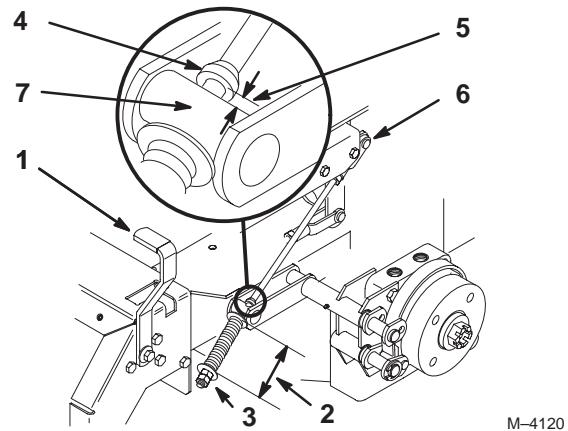

Figure 53
- Si un réglage est requis, desserrez l'écrou de blocage situé juste au-dessous de la chape. Tournez les écrous de réglage inférieurs jusqu'à obtention de l'écart voulu (Fig. 53). Serrez l'écrou de blocage à la chape.
- Mesurez la longueur du ressort. Les rondelles doivent être distantes de 70 mm (2-3/4 pouces) (Fig. 53).
- Si un réglage est requis, desserrez l'écrou de blocage situé sous le ressort et serrez l'écrou directement au-dessous de la chape (Fig. 53). Vissez l'écrou jusqu'à ce que le ressort ait la longueur voulue. Serrez les deux écrous ensemble et répétez la procédure de l'autre côté de la machine.
- Mesurez la distance entre le galet de tourillon et le collier sur la tige de frein. Elle doit être comprise entre 5 et 7 mm (3/16 et 1/4 pouce) (Fig. 53).